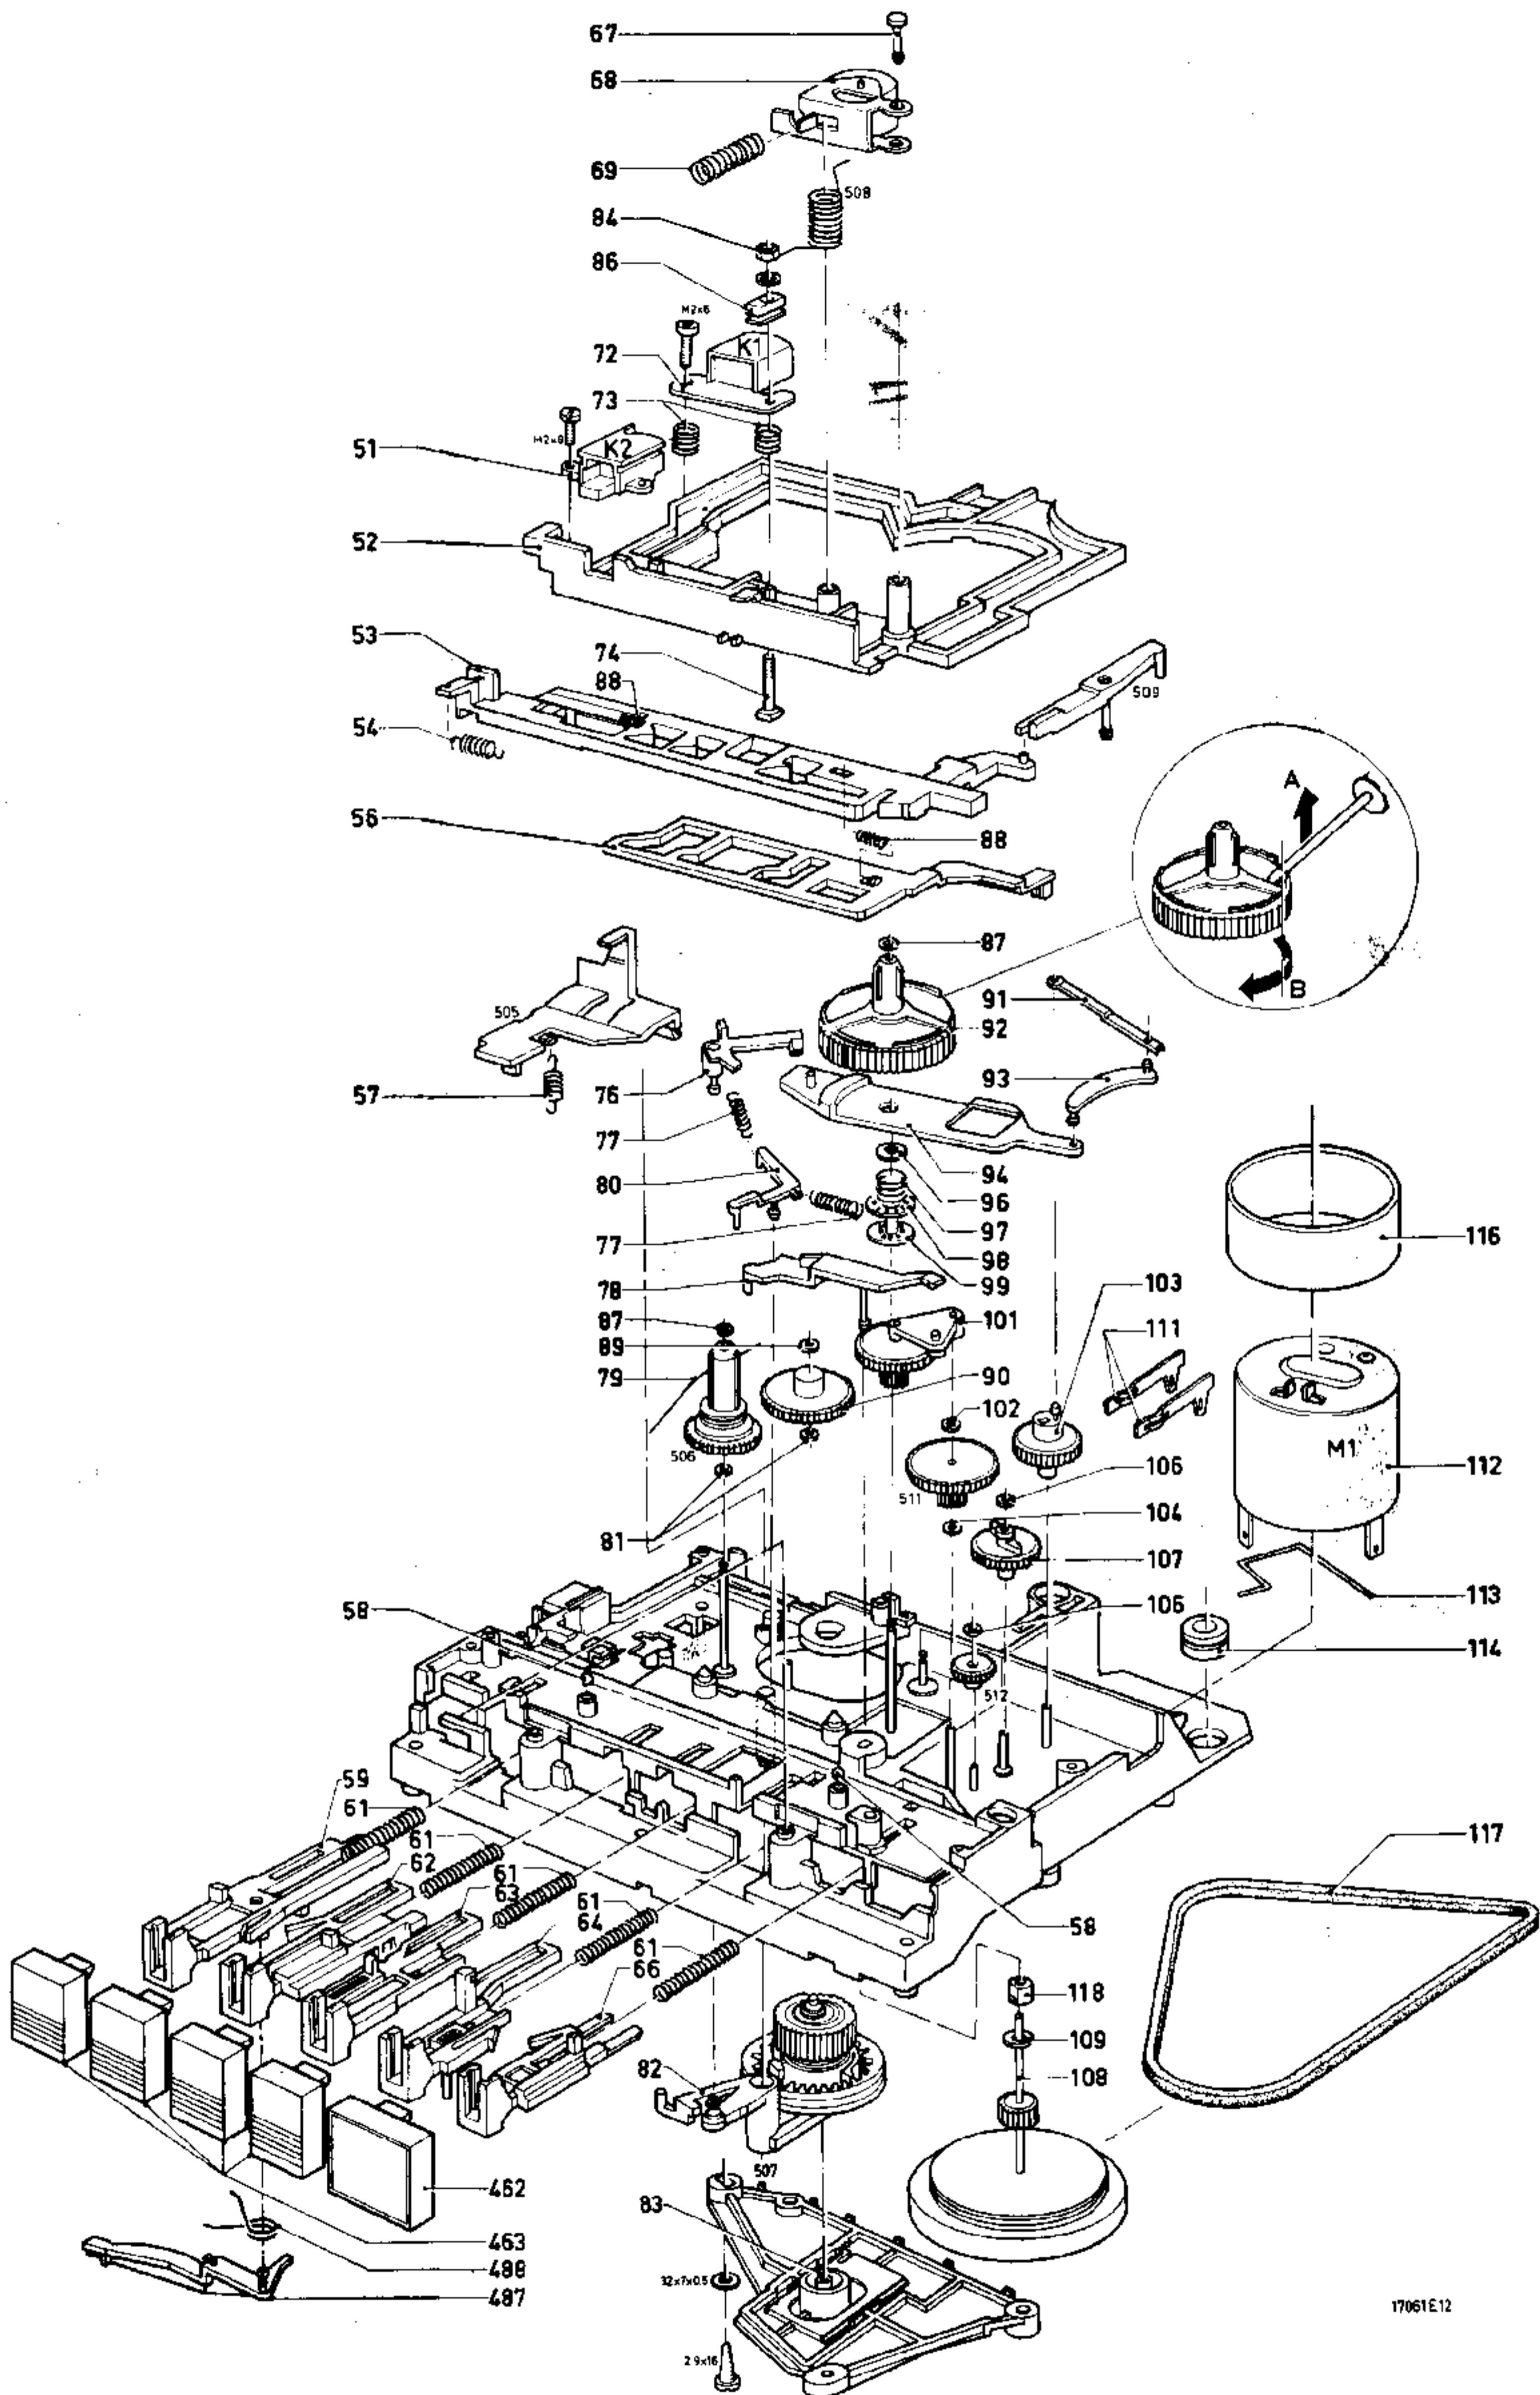

Fig. 6
Laufwerk, Abb. 6
- j. *Die Tasten 62,63,64 und 66 entfernen, Abb. 6*
Kopfhöhe des A/W-Kopfes K1, Abb. 6
Azimuteinstellung des A/W-Kopfes K1, Abb. 6